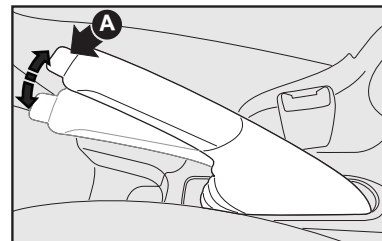

fig. 1
## FREIO DE MÃO - fig. 1
- 1) Levantar levemente a alavanca e apertar o botão de desengate **A-fig. 1**.
- 2) Manter apertado o botão e abaxiar a alavanca. A luz-espia (D) apaga-se.